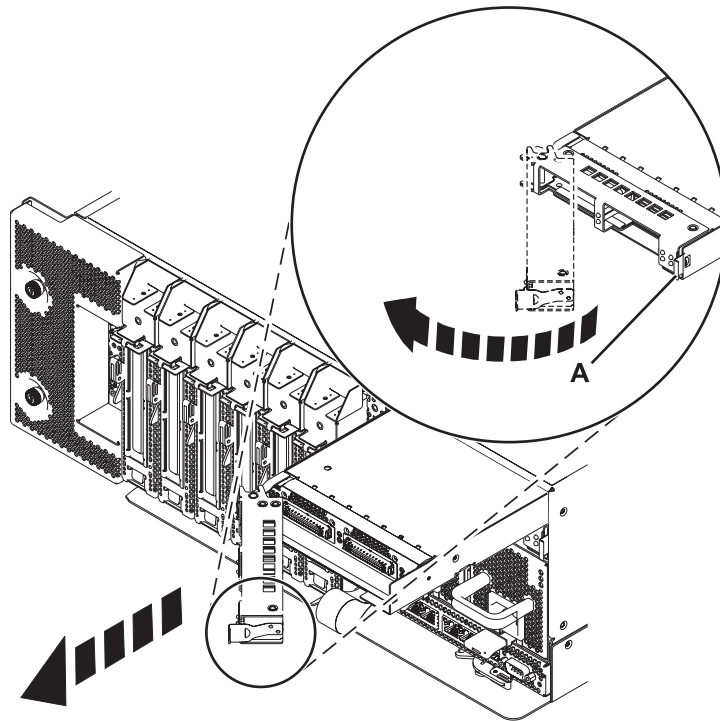

Abbildung 3. GX-Adapter aus dem System ausbauen
7. Drücken Sie die Verriegelungszunge (A) nach links und drehen Sie die GX-Kartenabdeckung in die in Abb. 3 angezeigte Richtung.